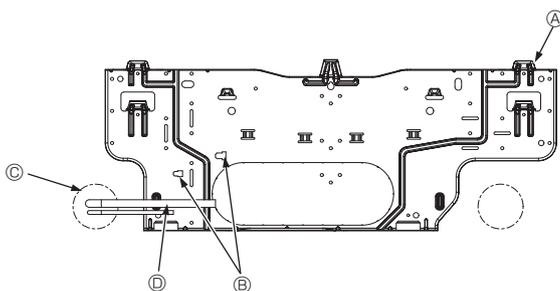

Fig. 3-6
- Ⓓ Viti di fissaggio (4 × 25) ②
- Ⓕ Piastra di montaggio ①
3.3. Inserimento dei tubi nella parete (Fig. 3-6)
- Ⓐ Piastra di montaggio ①